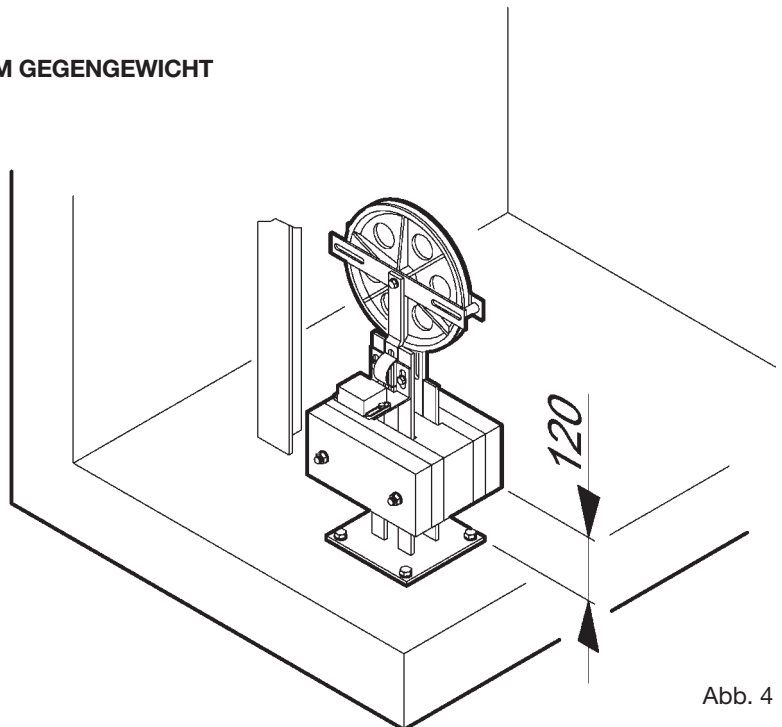

Abb. 4
- Spanngewicht unterbauen, bis es eine Distanz von ca. 120 mm von der Schachtssole erreicht (grober Richtwert) (Abb. 4).